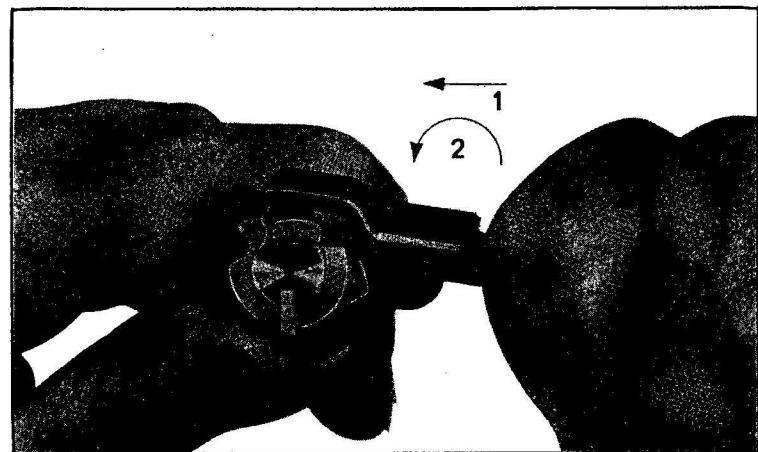

Fig. 82
1. Introdurre la punta dell'attrezzo combinato 109 tra l'estrattore ed il piolo estrattore, freccia n. 1 fig. 82.
2. Ruotare l'attrezzo combinato come indicato nella fig. 82, freccia n. 2, per agganciare l'estrattore e smuoverlo dalla sua sede (estrazione parziale), togliere l'attrezzo combinato.
1. Insert tip of combination tool 109 between the extractor and the extractor pin as shown by arrow n° 1 in figure 82,
2. rotate the combination tool as shown by arrow n° 2, figure 82, to hook the extractor and move it from its seating (partial removal). Withdraw combination tool.